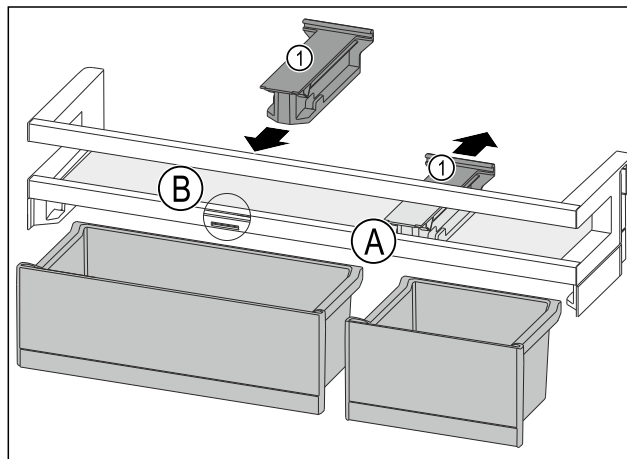

Fig. 128
- ▶ Pridržni dio Fig. 128 (1) u položaju Fig. 128 (A) skinite prema natrag.
- ▶ Pridržni dio Fig. 128 (1) umetnite u položaj Fig. 128 (B).